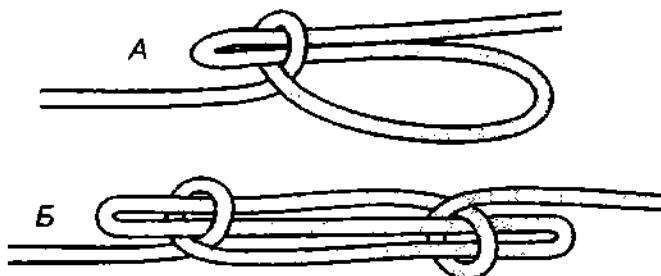
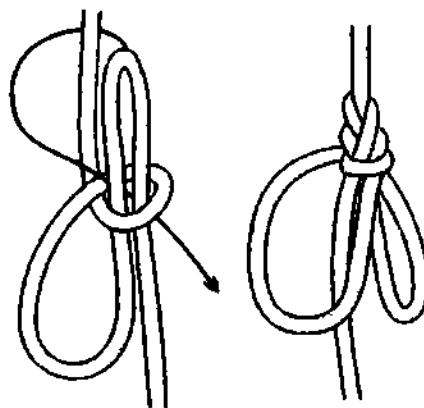

Рис. 118. А – узел звонаря; Б – колышка.
Рис. 119. Если верхнюю петлю узла звонаря, обернув коренной конец, пропустить во внутрь полууштыка, наподобие того как вяжется булинь, то выйдет щучий узел.
**Узел звонаря** часто использовался моряками для укорачивания снастей парусного такелажа, чтобы длинные концы не мешались на палубе. По сути это половина узла **колышки** (рис. 118). Отличие **узла звонаря** от **колышки** в том, что у **колышки** нагружаются оба конца – и ходовой и коренной, а у **узла звонаря** только один. **Узел звонаря** – это «недовязанный» **щучий узел**, у которого петля не пропущена в калышку (рис. 119).